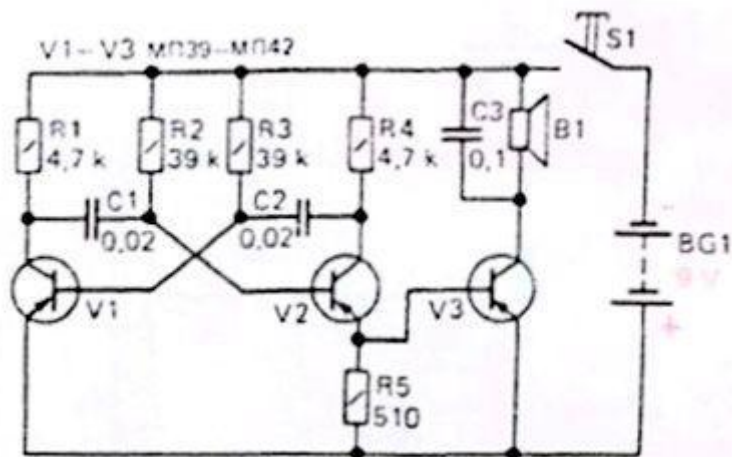

Figura 198. Timbre electrónico
**Timbre eléctrico.** Un multivibrador puede utilizarse como timbre para vivienda, en sustitución del timbre eléctrico corriente. Para hacer este aparato puedes valerte del esquema de la Figura 198.